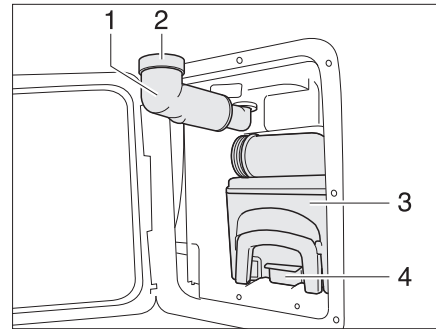

Fig. 152 Cassette Thetford
- Faire pivoter le bec de remplissage d'eau fraîche (Fig. 152,1) vers l'extérieur.
- Retirer le bouchon à vis (Fig. 152,2).